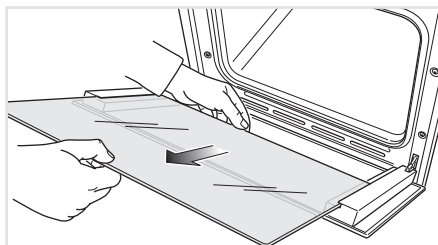

Abb. 6.4a
- Entnehmen Sie vorsichtig das innere Glassegment (Abb. 6.4a).